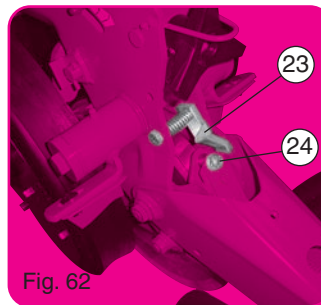

Fig. 62
Cette roue plombée est utilisable sur terrain plutôt sec, pour tous semis. Sur terrain trop humide, un bourrage au niveau de la roue est toujours possible, dans ce cas, escamoter la roue par le taquet 23 fig. 62. Si cette opération ne s'avèrait pas suffisante, il faudrait enlever la roue seule, en laissant le cadre 4 sur l'élément. Le décrotoir 11 Greenflex réversible doit être surveillé de temps en temps, et réglé avec précision à l'aide de l'écrou 24 fig. 62.
The press wheel has a diameter of 295 mm and a width of 21 mm and is in stainless steel. It can only be adapted on the NG Plus 3 units. It floats independently from the metering unit and the rear press wheel unit. The NG Plus 3 equipped in this manner, now becomes the NG Plus 3 PRO. This press wheel can be used in rather dry soils for all types of seeds. In damp soil, a packing up of the wheel is always possible, in this case, retract the wheel using the latch 23 fig. 62. If this is not sufficient, the wheel only must be removed, leaving the frame 4 on the metering unit. The reversible Greenflex scraper 11 should be controlled from time to time and adjusted with precision using the nut 24 fig. 62.
Die Andruckrolle wird hauptsächlich auf trockenen Böden eingesetzt. Auf nassem Boden, wenn die Rolle verstopft, kann diese ausgehoben werden und mit dem Hebel 23 Fig. 62 arretiert werden. Wenn diese Maßnahme nicht ausreicht, muß die Rolle vom Element ausgebaut werden. Der nachstellbare GREENFLEX-Abstreifer ist von Zeit zu Zeit zu kontrollieren und entsprechend nachzustellen. (24 - Fig. 62)
Подпрессовывающее колесо диаметром 295 мм и шириной 21 мм изготовлено из нержавеющей стали. Оно может быть приспособлено только на высевную секцию NG Plus 3. Копирование почвы происходит независимо от высевной секции и прикатывающих колес. NG Plus 3 оснащенная таким колесом называется NG Plus 3 Pro. Это подпрессовывающее колесо может быть использовано на сухих почвах для всех типов семян. На влажных почвах всегда можно зафиксировать колесо, в этом случае используют замок 23 рис.62. Если этого недостаточно колесо должно быть снято вместе с корпусом 4 который установлен на высевной секции. Поворотный (зеленый пластик) чистик 11 нужно время от времени поднимать с помощью гайки 24 рис. 62.
- Position escamotée (fig. 62).
- Retracted position (fig. 62).
- Pos. Fig 62 wieder anbringen